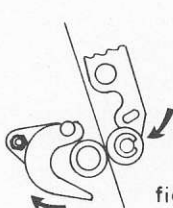

fig.2-6
- 5° (fig. 2-6) Introduction de la feuille dans l'imprimante : Les fourchettes "i" s'esquivent en laissant le passage de la feuille, celle-ci étant entraînée par les deux rouleaux d'entraînement "g" et "h", ces derniers, se retrouvant dans leur position de repos, pincement la feuille.